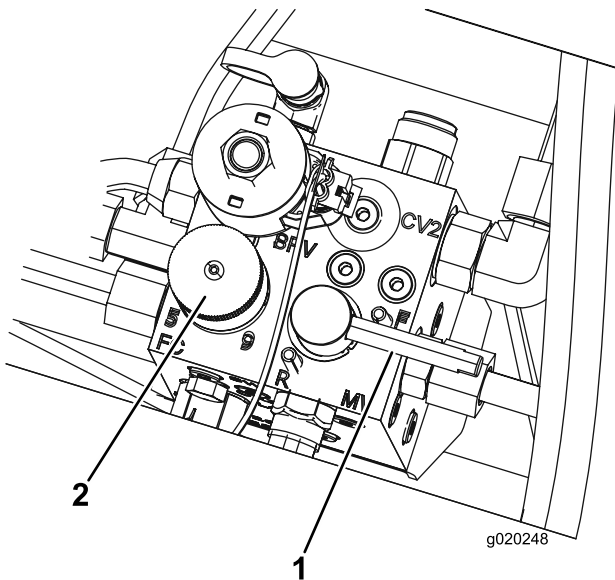

Bild 99
5. Stellen Sie das Bedienknopf für die Spindeldrehzahl auf die Stellung 1 (Bild 99).
6. Drehen Sie den Läpphebel in die R-Stellung (Bild 99).